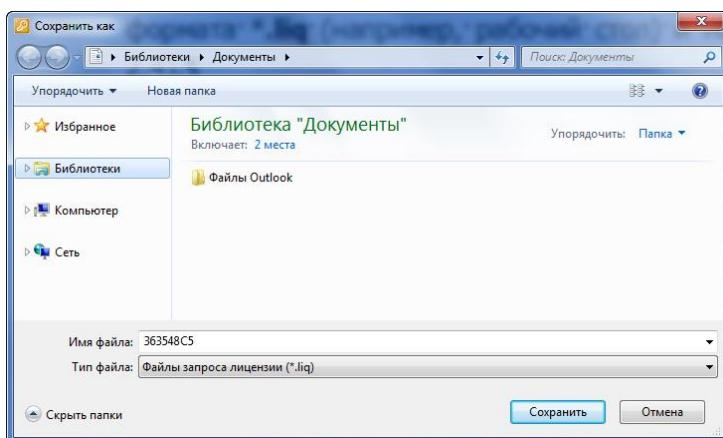

Рисунок 3.2 – Сохранение файла формата *.liq
3. В открывшемся окне *Сохранить как...* выберите место сохранения файла формата ***.liq** и нажмите кнопку *Сохранить* (см. рисунок 3.2).